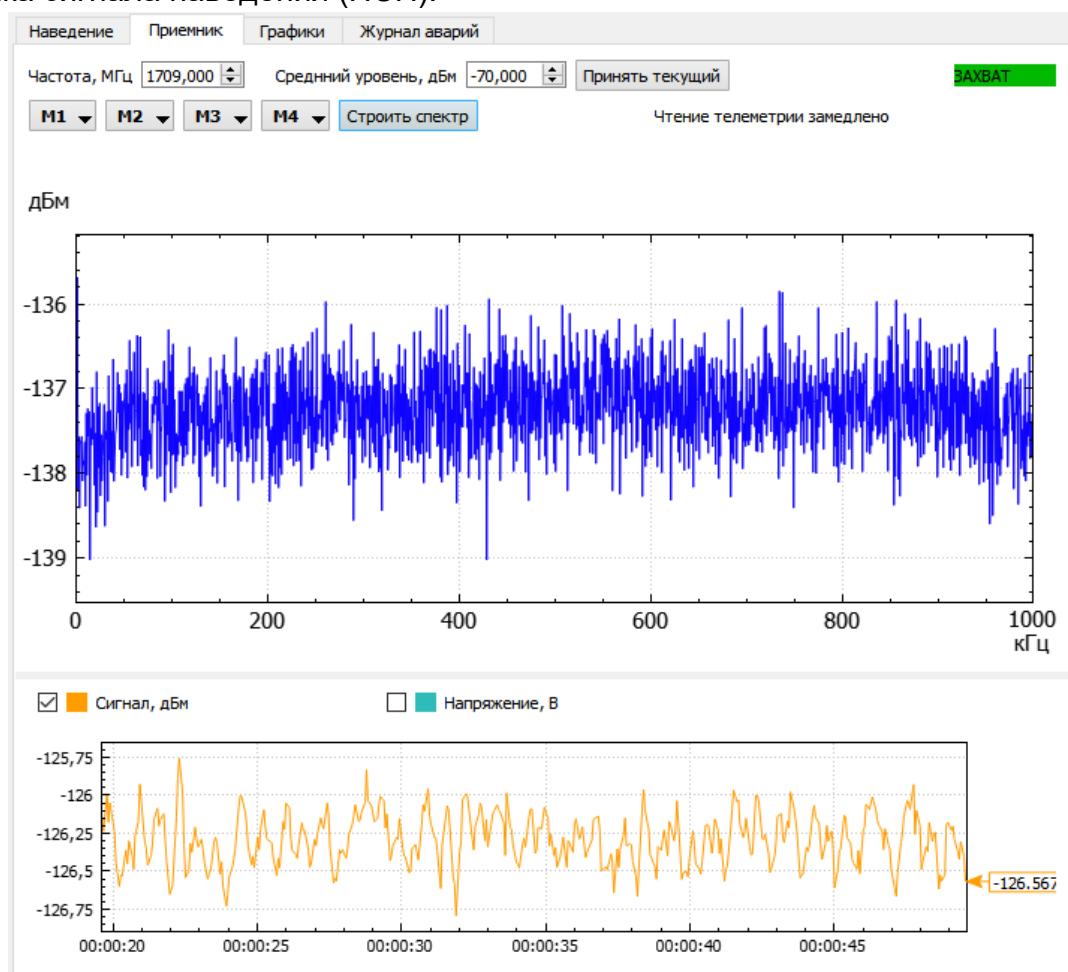

Рисунок 7.3.6 Вкладка «Приемник»
7.3.6 Вкладка «Приемник» (рисунок 7.3.6)